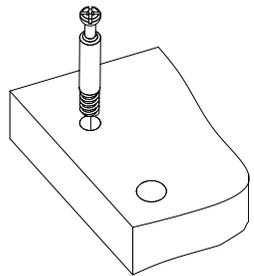
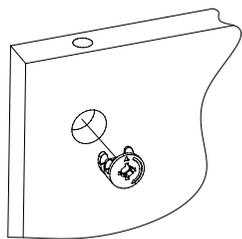

Рис.1
Рис.2
1. Подготовьте детали к сборке. Вкрутите шпильки минифксов в детали 2, 3, 4 (Рис. 1). Затем вставьте головки минифксов в детали 2, 3, 6, 7, 8, 9 (Рис. 2). С помощью шурупов 3,5х16 закрепите держатели трубы на деталях 2, 4. Вбейте подпятники в соответствующие отверстия деталей 2, 3, 10.